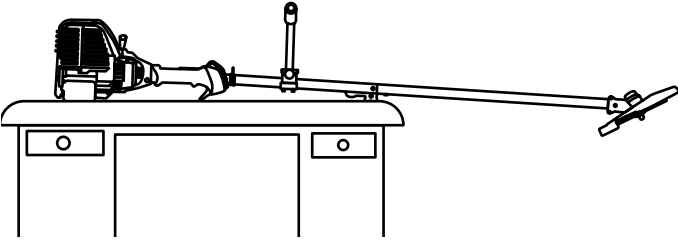

Fig. 39
2. Coloque el motor sobre una superficie plana y nivelada, con el protector de la cabeza de corte colgando de un banco o mesa de trabajo para obtener una lectura adecuada del nivel de aceite (Fig. 39).